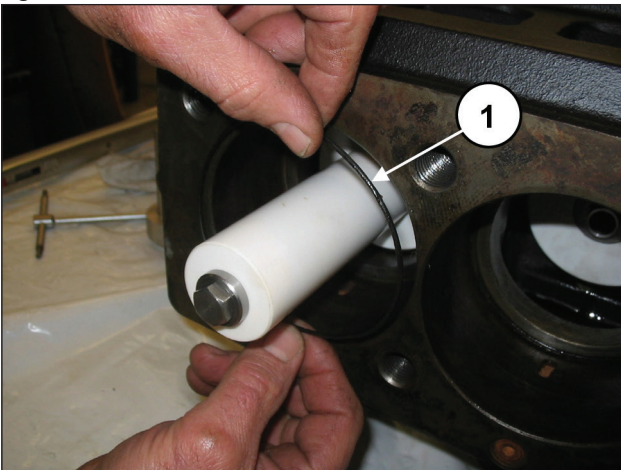
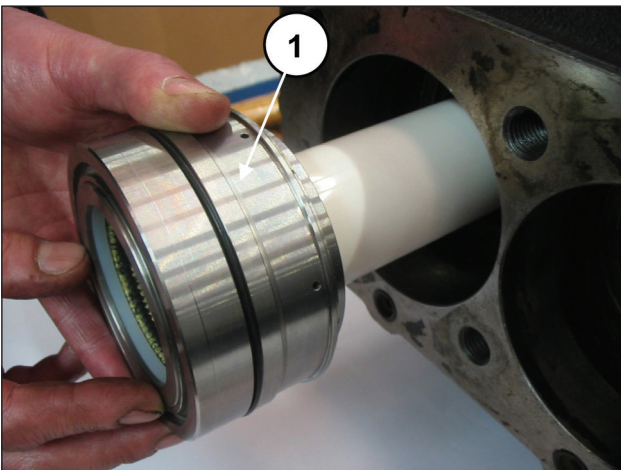

Fig. 184
Fig. 185
Placer le joint torique à l'intérieur du carter de pompe (rep. ①, Fig. 184), puis l'ensemble chemise-support des joints (muni du joint torique) préalablement assemblé jusqu'en butée (rep. ①, Fig. 185).